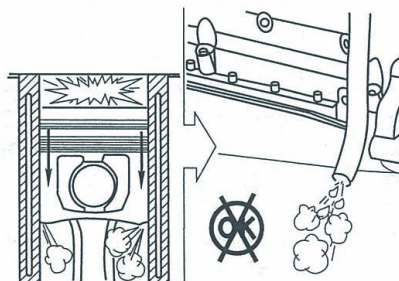

图 1-345 活塞环密封不良造成
5) 活塞环密封不良, 导致机油蒸气由曲轴箱通风管进入燃烧室燃烧, 见图 1-345。